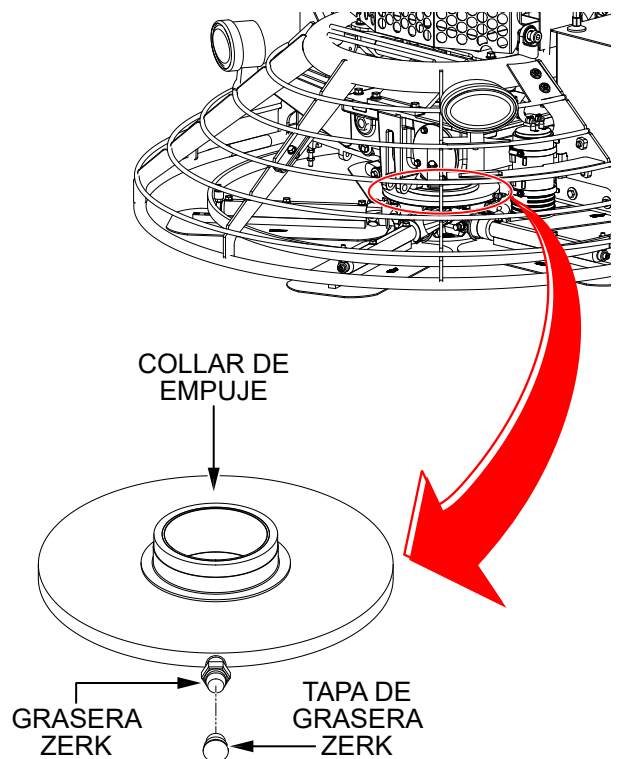

Figura 36. Lubricación del collar de empuje
1. Localice la grasera Zerk en el conjunto de empuje (Figura 36). Quite la tapa de la grasera Zerk y póngala a un lado.